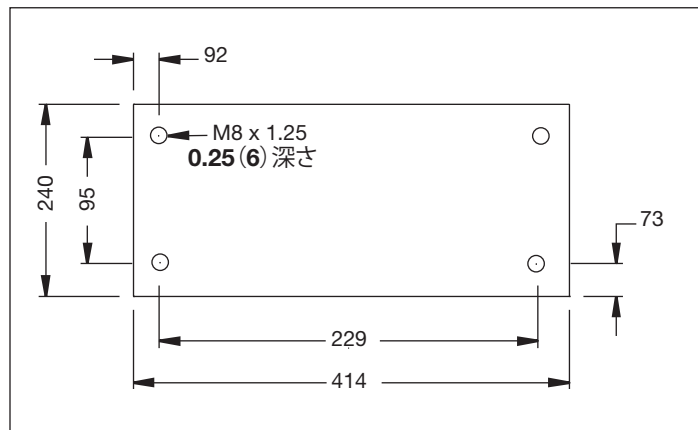

図 3
*ポンプを固定された面にしっかりと取り付けるために必要な寸法については、図3を参照してください。
ポンプを固定された面にしっかりと取り付けるために必要な寸法については、図3を参照してください。